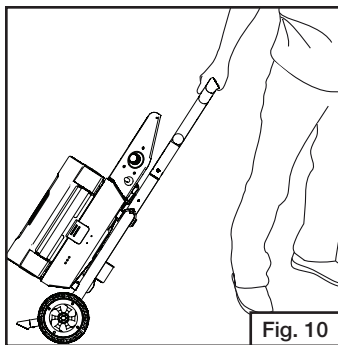

Fig. 10
- Une fois la poignée verrouillée en place, le grill sera facile à déplacer partout sur le site de camping et la cour, ce simplement en tirant sur la poignée de traction (Fig. 10).